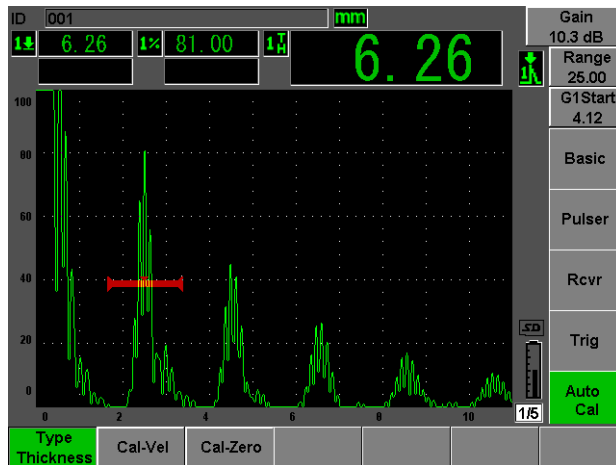

図 2-14 自動校正メニュー
4. **“自動校正 : Auto Cal”** メニューを選択します（47 ページ図 2-14 参照）。